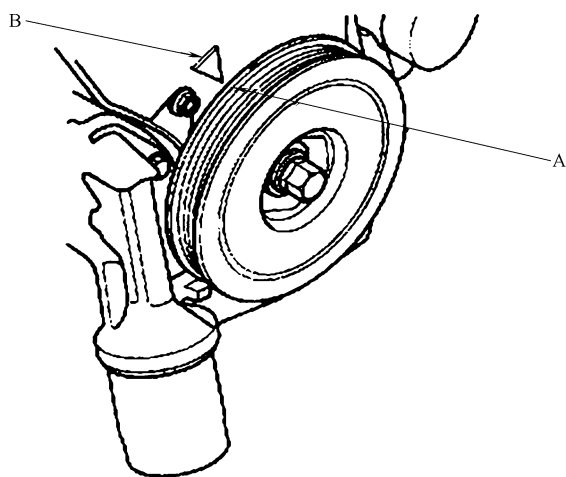

图 23-21 白色标记 A 与指针 B 对齐
- 1) 转动曲轴，使白色标记 A 与指针 B 对齐 (图 23-21)。